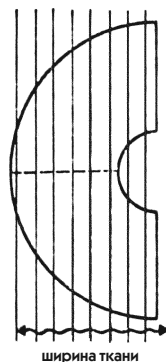

Рис. 277
2. Разрежьте эти маленькие лекала, оставляя припуски по швам (для рис. 277 будет всего 2 шва, так как 2 части соединены вместе).
На рис. 277 представлен единственный приемлемый вариант раскроя юбки такого типа на ткани в полосу.